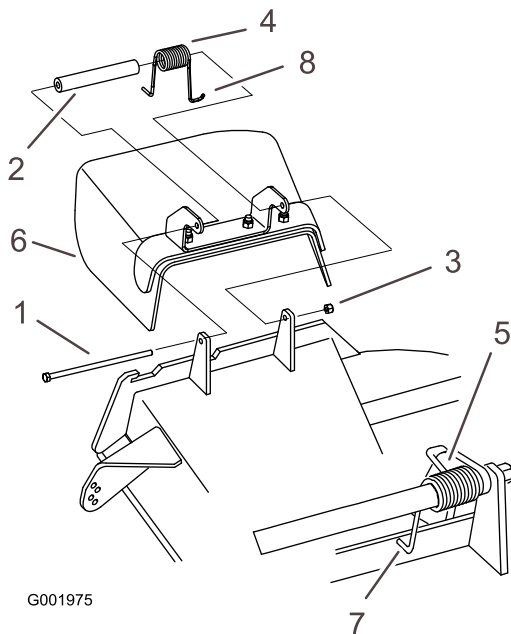

Bild 60
1. Entfernen Sie die Sicherungsmutter, Schraube, Feder und das Distanzstück, mit denen das Ablenkblech an den Drehhalterungen befestigt ist (Bild 60).
Hinweis: Achten Sie darauf, dass ein J-förmiges Federende hinter der Mähwerkkannte installiert wird, bevor Sie die Schraube wie in Bild 60 gezeigt einsetzen.
3. Setzen Sie die Schraube und Mutter ein. Führen Sie ein J-Hakenende der Feder um das Ablenkblech (Bild 60).